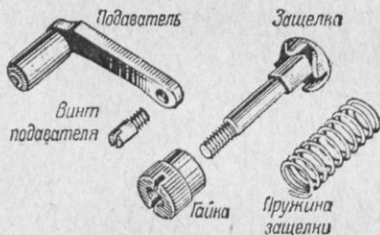

Рис. 26. Подаватель и защёлка
**Подаватель** (рис. 26) состоит из рычага и толкателя. На рычаге имеется отверстие для соединения подавателя с ушками барабана при помощи винта.
**Защёлка** (см. рис. 26) с четырьмя зубцами служит стопором барабана: она поджимается к нему пружиной и заворачивается гайкой.